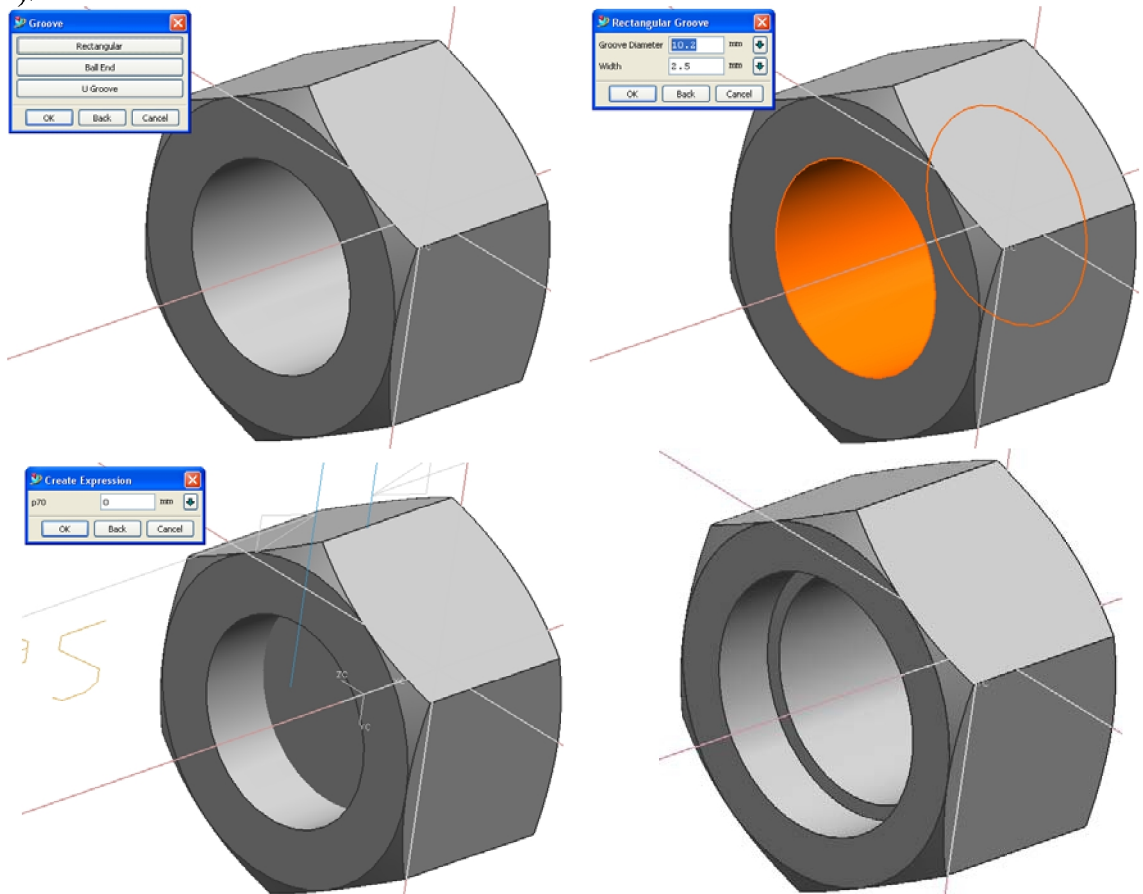

Рис. 138. Построение прямоугольной выборки
8. Создайте цилиндрическую выборку: **Insert** → **Detail Feature** → **Groove...**, выберите опцию **Rectangular**, укажите на цилиндрическую поверхность отверстия, нажмите **OK**, задайте параметры прямоугольной выборки: диаметр 10.2 мм и высота 2.5 мм, нажмите **OK**, на запрос укажите **target** кромку на гайке и **tool** кромку на вспомогательном теле, задайте смещение между кромками равное 0, нажмите **OK** (Рис.138).